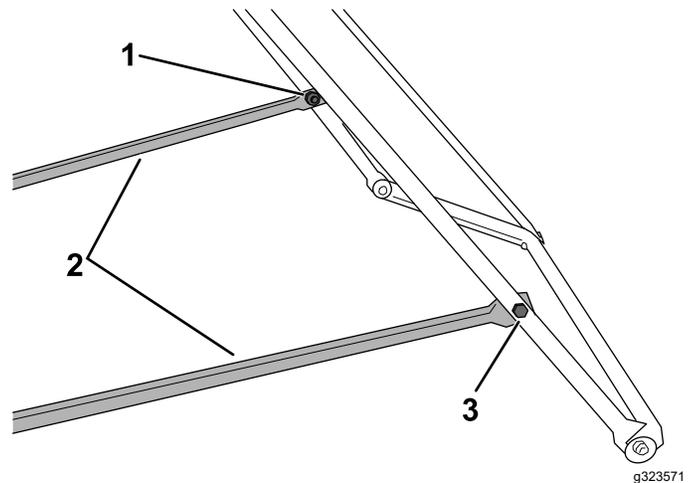

Figura 8
4. Instale los 2 montantes traseros en los tubos laterales del bastidor (**Figura 8**).